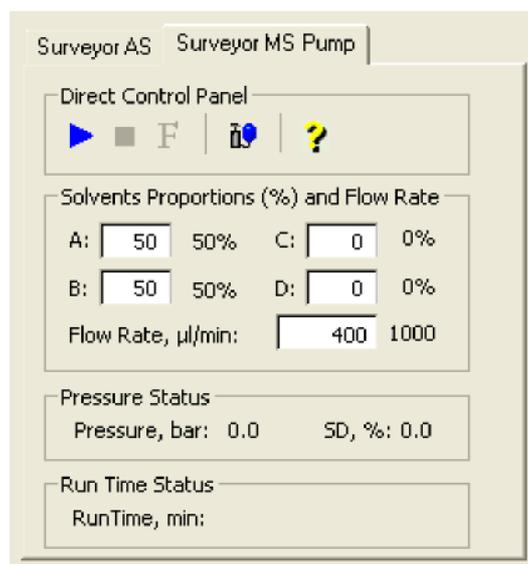

图 3-7. 入口直接控制视图，图中显示泵为关闭状态
- a. 在Control / Scan Mode工具栏点击AS/LC Direct Control按钮，在工作区域右上角显示视图如图3-7。